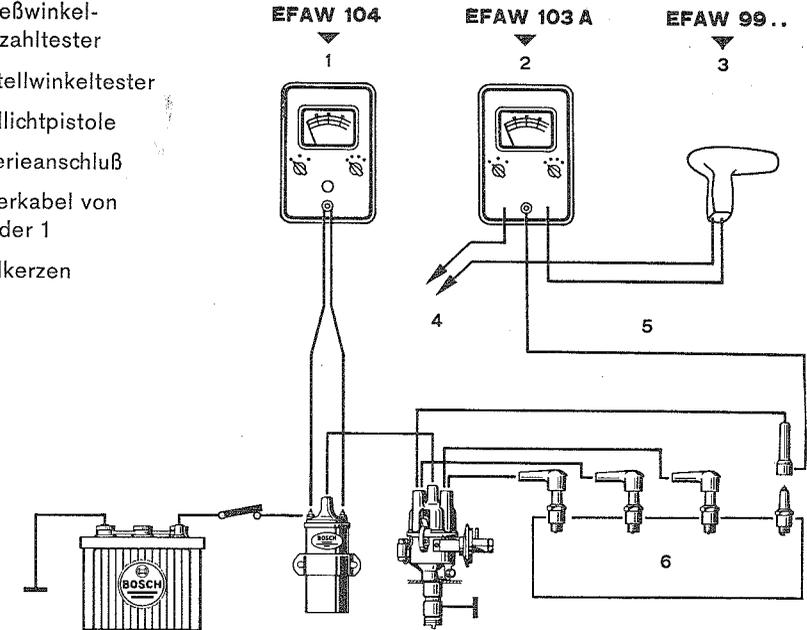

Bild 5 Schaltplan zur Prüfung der Fliehkraftverstellung
Der Tester wird entsprechend Bild 5 angeschlossen. Bei eingeschalteter Zündung soll der Zeiger im Augenblick der Kontaktöffnung beim Durchdrehen des Motors von Hand schlagartig auf 0 zurückgehen.
Die Tester werden nach Bild 5 angeschlossen. Der linke Schaltknopf ④ (Bild 3) von EFAW 103 A wird so gedreht, daß der weiße Strich dem schwarzen Punkt gegenübersteht (siehe auch Bild 3).
- ③ An der mit $\frac{1}{2}$ versehenen Buchse wird der Hochspannungs-Steuerimpuls für die Zündlichtpistole abgenommen (Schaltung nach Bild 5).
- ④ Mit dem linken Schaltknopf wird das Gerät eingeschaltet und die Verzögerung geregelt.
Die Geräte werden zur Prüfung der Fliehkraftverstellung nach Bild 5 angeschlossen.
Zum Prüfen der Unterdruckverstellung ist es notwendig, den Unterdruck zu regulieren und zu messen. Dazu wird außer den in Bild 5 angeführten Testgeräten noch benötigt: